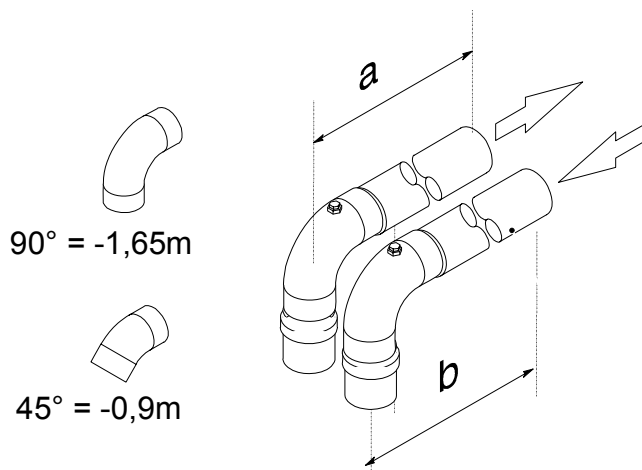

Fig. 5.7
**Twin pipe kits  $\varnothing$  80 mm ( Fig. 5.7)**
**Двойная труба д.80 мм (рис. 5.7)**